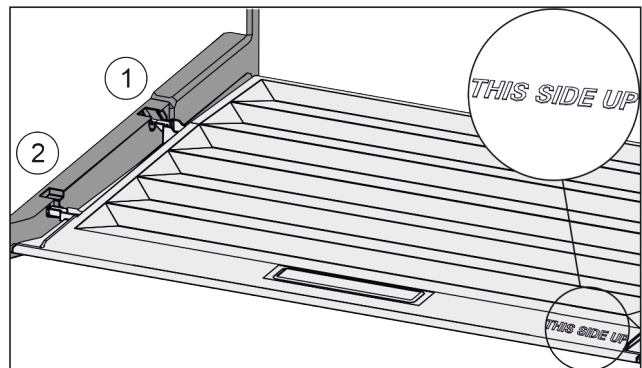

Fig. 36
- ▶ Вставити поперечні ребра через отвір заднього тримача Fig. 36 (1) і зафіксувати спереду у тримачі Fig. 36 (2).